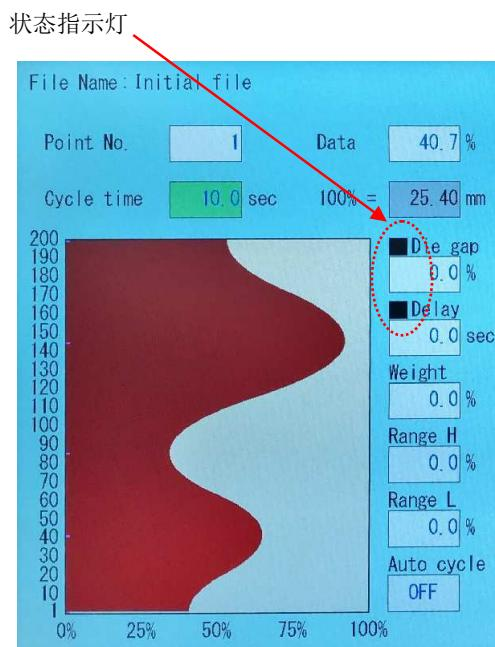

图 2-9 状态指示灯
F1: Profile (型坯壁厚) 页面上有两个状态指示灯（如图 2-9 所示）。可以根据指示灯的状态来检查这些信号的状态。
各个功能项的选择由游标或直接触摸完成。在图 2-9 中，加亮显示 Cycle time (循环时间) 项 10.0 秒的值，因此选择了 Cycle time (循环时间)。旋转旋钮将增加 (CW) 或减小 (CCW) 循环时间值。要使此循环时间永久更改，必须按下 SET。如果不按 SET 并按 ESC 或在此处移动游标，将恢复循环时间的值。